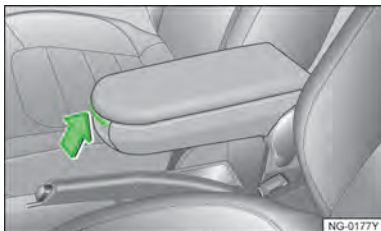

图 111
- **打开**，按压中央扶手上的按钮» 图 111 翻开盒盖。